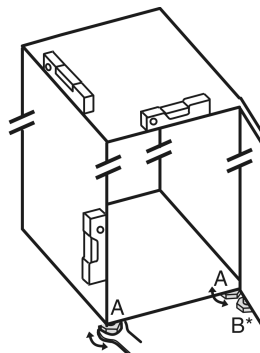

Fig. 34
▶ Stellfüße Fig. 34 (A) mit beiliegendem Gabelschlüssel und mit Hilfe einer Wasserwaage herausdrehen, bis das Gerät fest und ebenstehend ausgerichtet ist.
▶ Stellfuß Fig. 34 (B) am Lagerbock mit beiliegendem Gabelschlüssel herausdrehen, bis er auf dem Boden aufliegt.
▶ Stellfuß Fig. 34 (B) um 90° weiter drehen.